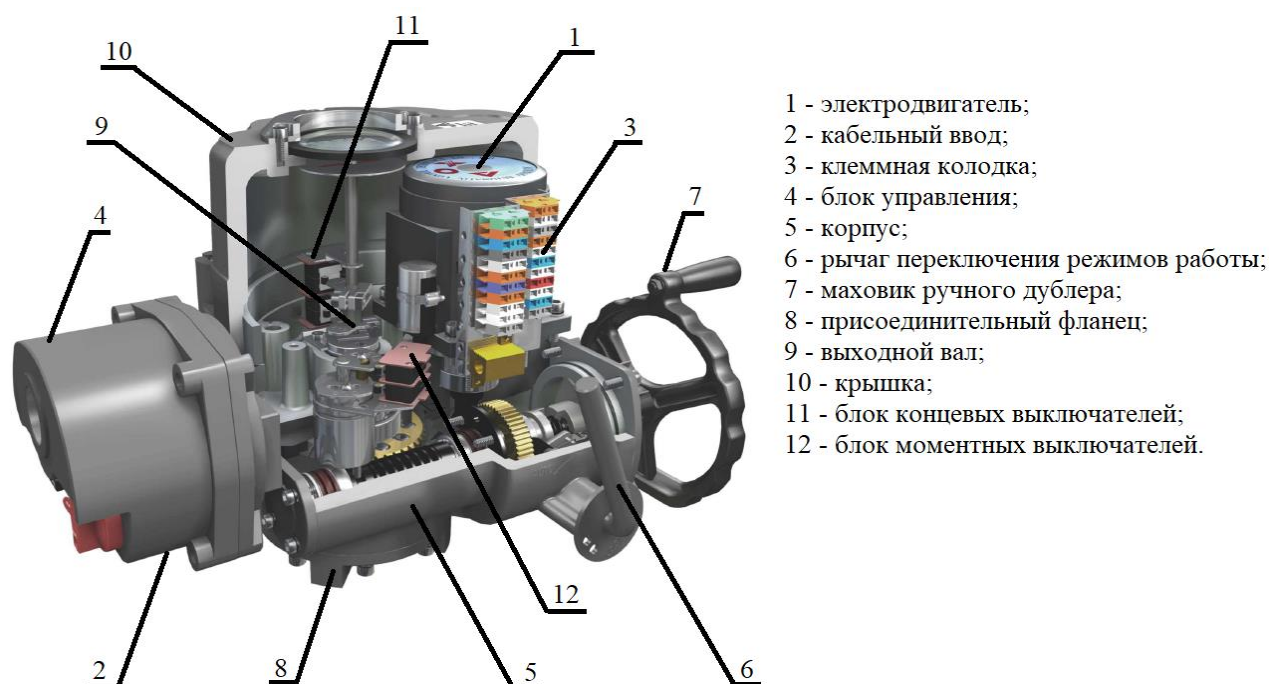

Рисунок 7. Основные элементы конструкции электропривода QT.A
1.3.1. Основные элементы конструкции электропривода приведены на рис.7.